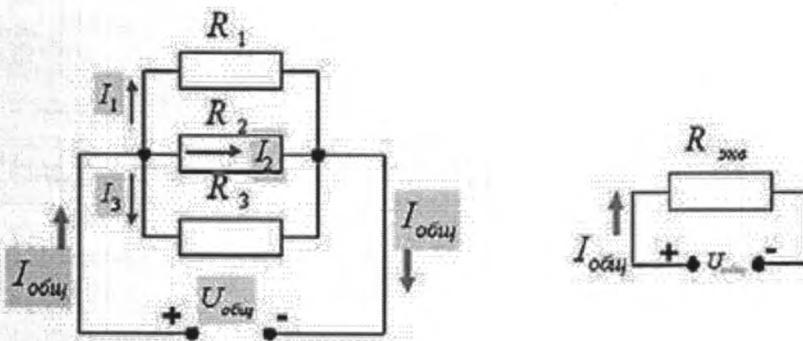

Рисунок 4.2 – Параллельное соединение приемников электроэнергии
**Параллельным соединением приемников** (рис.4.2) электрической энергии называется соединение, при котором начала всех ветвей электрической цепи присоединяются к первому узлу, концы этих же ветвей присоединяются ко второму узлу.